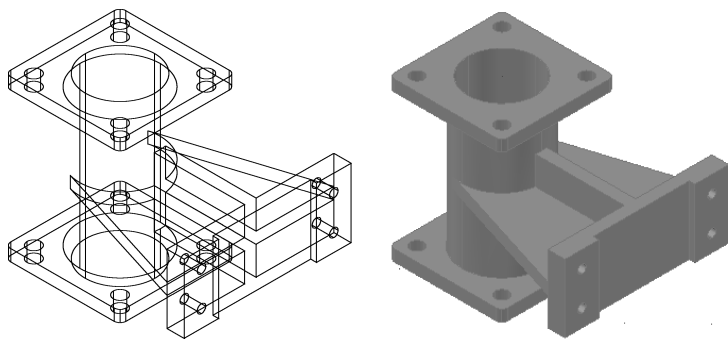

图 9-30 “法兰支撑架”模型
8) 利用多段线、矩形、圆形、圆柱体、正方体、布尔运算、拉伸实体等命令, 创建如图 9-30 所示的“法兰支撑架”三维对象, 并保存至指定位置。